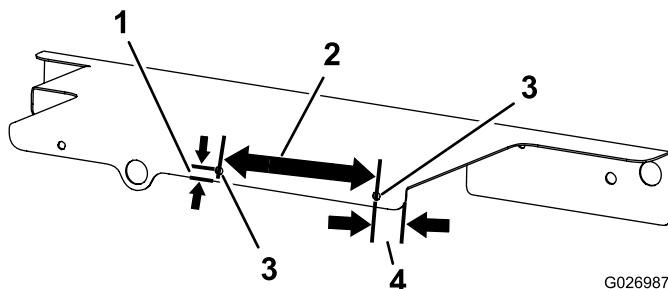

Figura 14
- Faça 2 furos – 8,6 mm – no resguardo da cobertura direita (Figura 14).
Nota: Consulte a Figura 14 e meça os locais dos furos de 8,6 mm